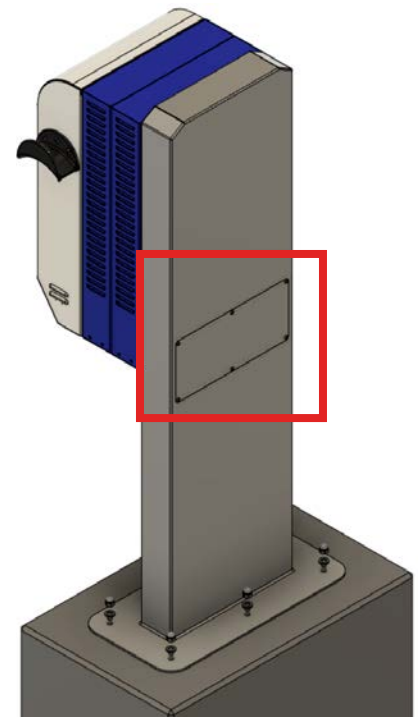

Abb. 20: Übersicht Standfuß DCW Wallbox
- 1** Den Service-Deckel auf der Rückseite des Standfußes lokalisieren: Siehe Abb. 20.